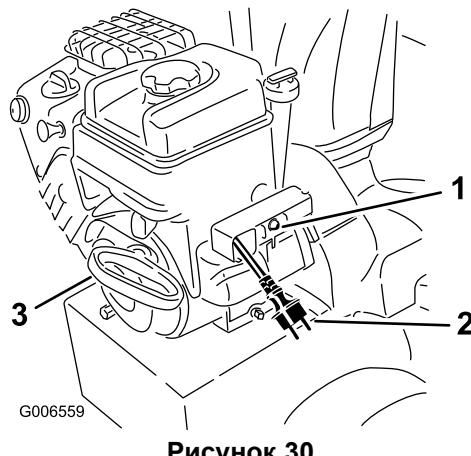

Рисунок 30
- Запустите машину, потянув за шнур стартера или нажав на кнопку электрического стартера (Рисунок 30).